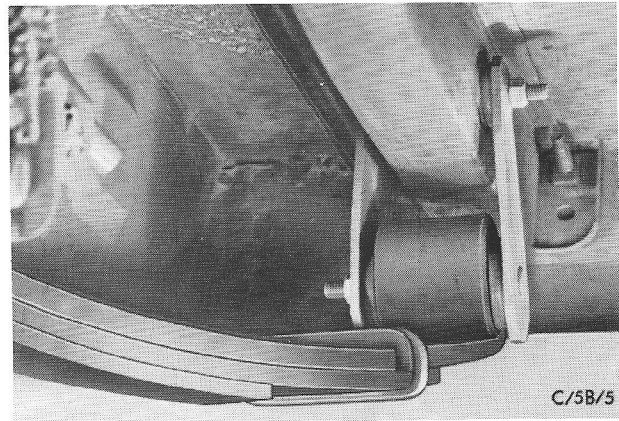

Fig.137 Bevestiging van de achterveer.
3. Maak de veer los door de 2 zelfborgende moeren los te draaien en de schommel uiteen te nemen (fig.137).